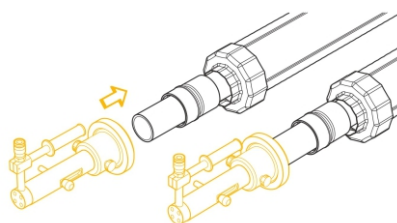

Рис. 5.7.5
- 3.** Вставить расширительную насадку в напорную трубу до упора (рис.5.7.5)